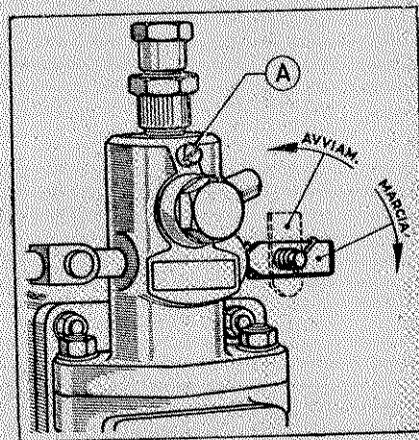

Fig. 7
- 2) Svitare parzialmente la vite A) (Fig. 7) situata sul corpo della pompa e lasciare scorrere il combustibile fino a che lo si vedrà uscire privo di bollicine d'aria.
1) Ruotare la levetta del limitatore sulla posizione di **avviamento** come indicato nella Fig. 7.